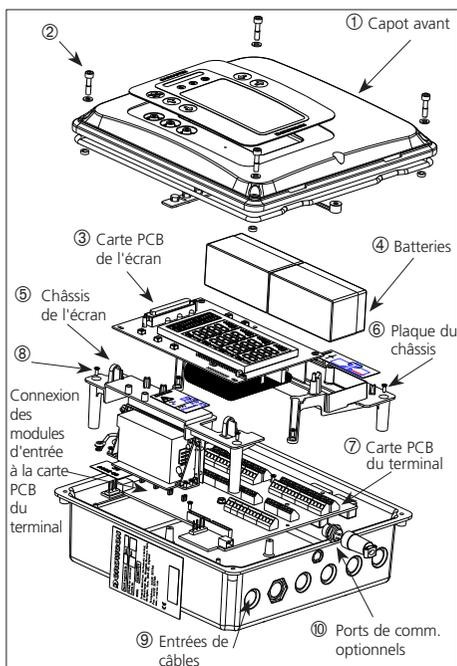
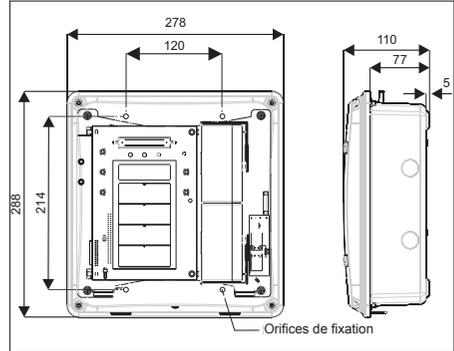

Figure 2.1 Vue explosée du Gasmaster
Figure 2.3 Vue multidimensionnelle du Gasmaster avec ses orifices de fixation
Cette section décrit comment démarrer avec un système Gasmaster 4 ou Gasmaster 1 préconfiguré pour les détecteurs fournis. Les Figures 2.1, 2.2 et 2.5 montrent la structure interne du Gasmaster.
La Figure 2.1 présente la disposition interne d'un système Gasmaster. Pour retirer le capot avant ①, dévissez les quatre vis ② et débranchez soigneusement le connecteur de sonnerie bipolaire de la carte PCB de l'écran ③. Le capot avant peut être soutenu par le boîtier, à l'aide de l'une des vis de fixation, ou complètement retiré et placé dans un endroit sûr. Deux châssis distincts soutiennent la carte PCB de l'écran avec ses batteries ③ et les batteries du système ④. La carte PCB du terminal ⑦ contient les modules d'entrée, ainsi que tous les terminaux d'entrée et de sortie. La carte PCB de l'écran ③ est connectée à la carte PCB du terminal ⑦ via un connecteur ruban à 50 voies. Elle est fixée par une charnière du côté gauche qui permet de la déplacer pour accéder aux terminaux d'entrée du détecteur. La plupart des terminaux sont accessibles une fois que la carte PCB de l'écran a été déplacée et les piles retirées. Si nécessaire, les deux châssis peuvent être retirés pour faciliter l'accès aux terminaux. Pour retirer le châssis de l'écran, commencez par débrancher soigneusement le connecteur ruban de sa carte PCB. Il convient d'être très prudent en réinstallant la carte PCB de l'écran afin de ne pas endommager le connecteur ou le câble ruban.
La Figure 2.3 fournit une vue multidimensionnelle du Gasmaster. Pour accéder aux points de fixation, commencez par retirer le capot avant en dévissant les vis Ⓞ de la Figure 2.1. Retirez soigneusement le connecteur de sonnerie de la carte PCB de l'écran. Le capot doit être placé à un emplacement sûr. Il est recommandé de placer le Gasmaster à la main à l'emplacement souhaité et d'utiliser un crayon pour marquer les emplacements des orifices de montage.